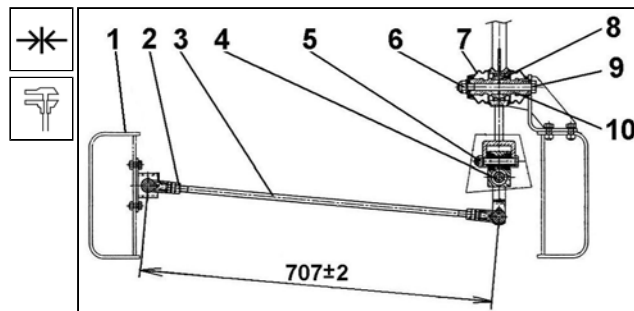

Рис. 3.15 Управление механизмом переключения коробки передач - 2
2. Необходимые монтажные размеры указаны (Смт. Рис. 3.14) и (Смт. Рис. 3.15), монтажная длина тяги выбора между осями пальцев составляет **707±2 мм**.
- ослабить стопорную гайку **2** (Смт. Рис. 3.15) и, закручивая или откручивая шаровой палец, отрегулировать длину тяги выбора **3**,
3. Проверить остальные монтажные размеры, которые указаны на (Смт. Рис. 3.14) и (Смт. Рис. 3.15), в случае необходимости приспособить их:
- корончатую гайку **6** (Смт. Рис. 3.15) затянуть моментом **120 Нм** и зашплинтовать.
Отдельное положение рычага переключения передач можно отрегулировать изменением длины тяги **3** (Смт. Рис. 3.15) или с помощью регулировочного болта **3** (Смт. Рис. 3.14) трубки механизма переключения передач **8**. Однако при переключении передач рычаг переключения передач не должен задевать за край отверстия в кабине.